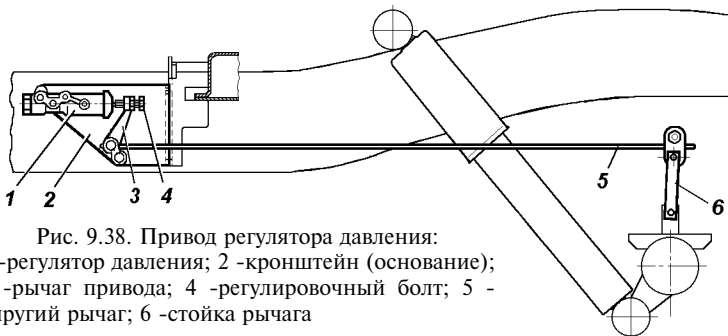

Рис. 9.38. Привод регулятора давления:
В процессе эксплуатации и при замене задних рессор необходимо регулировать усилие упругого рычага 5 (рис. 9.38) на поршень регулятора. Регулировку производить в следующей последовательности:
4. Довернуть болт 4 (см. рис. 9.38):